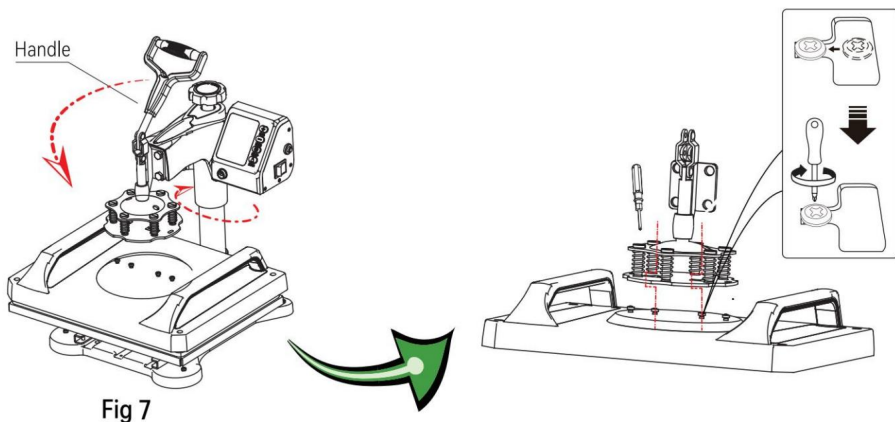

Fig 7
7. Obróć głowicę z powrotem do pierwotnej pozycji i delikatnie naciśnij uchwyt, tak aby nasadka śruby z łbem kubkowym nad płytą dociskową zatrzasnęła się w szczelinie, a następnie zablokuj ją na miejscu za pomocą śrubokręta (jak pokazano na rys. 7).